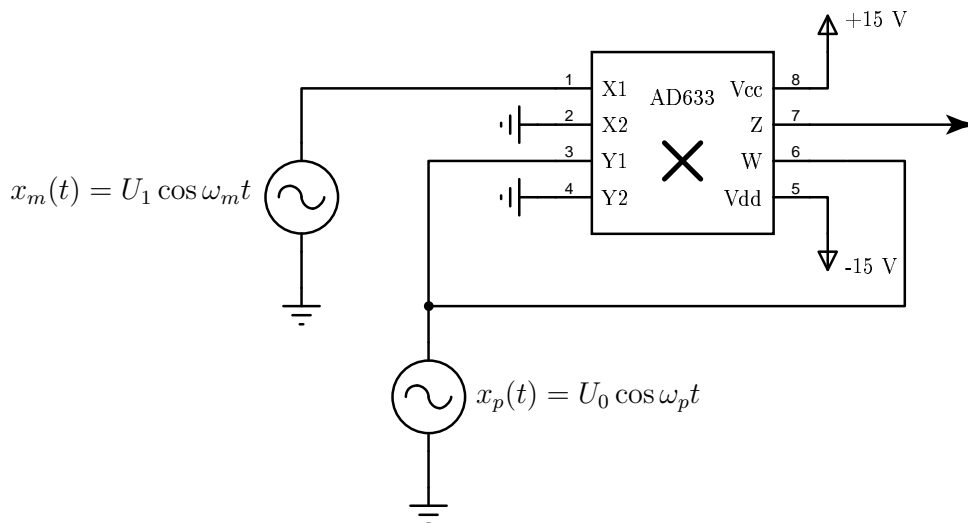

FIGURE 2 – Montage modulateur d'amplitude.
- ☞ On considère le montage représenté figure 2. Le composant AD633 est un multiplieur analogique dont les principales caractéristiques sont décrites dans la notice technique fournie en annexe. Retenons seulement ici que la tension de sortie Z du multiplieur obéit à la relation suivante :
- ☞ Réalisez le montage modulateur d'amplitude représenté figure 2 sur une plaquette d'essai à part. On ne démontera plus ce montage jusqu'à la fin de la séance de T.P.